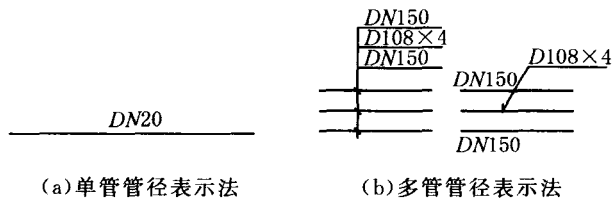

图 1-2 常用的管径标注方法
①水煤气输送钢管(镀锌或非镀锌)、铸铁管等管材,管径宜以公称直径 DN 表示(如 $DN15$ 、 $DN50$)。
②无缝钢管、焊接钢管(直缝或螺旋缝)、铜管、不锈钢管等管材,管径宜以外径 $D \times$ 壁厚表示(如 $D108 \times 4$ 、 $D159 \times 4.5$ 等)。
③钢筋混凝土(或混凝土)管、陶土管、耐酸陶瓷管、缸瓦管等管材,管径宜以内径 d 表示(如 $d230$ 、 $d380$ 等)。
④塑料管材,管径宜按产品标准的方法表示。
⑤当设计均用公称直径 DN 表示管径时,应有公称直径 DN 与相应产品规格对照表。在建筑给水排水施工图中常用这种管径表达方式。
(3)管径的标注方法:建筑给水排水施工图常用的管径标注方法详见图 1-2。